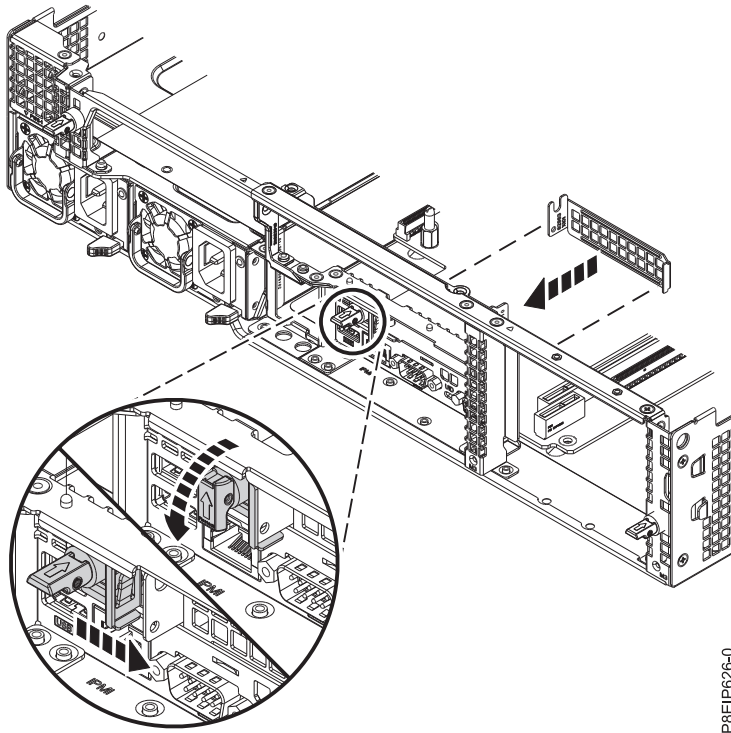

Figure 54. Passage du crochet de retenue de l'équerre de fixation en position fermée
- d. Fermez la porte de retenue en la faisant glisser contre l'équerre de fixation, comme indiqué dans la figure 54, à la page 47, puis remettez en place la goupille de retenue.